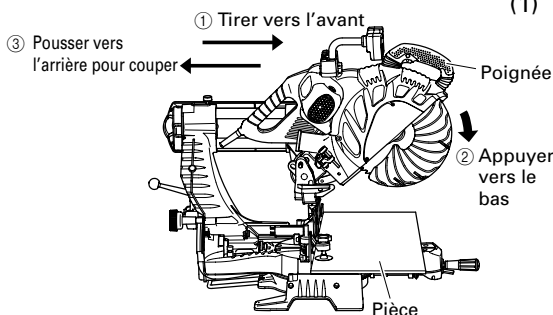

Fig. 29
Puis, appuyer sur la poignée et ramener la lame vers l'arrière pour couper la pièce comme indiqué à la Fig. 29. Cela facilitera la coupe des pièces d'une hauteur allant jusqu'à 4-3/16" (107 mm) et d'une largeur allant jusqu'à 12-1/4" (312 mm).
- * Lors d'une coupe avec chariot, procéder comme indiqué à la Fig. 29.